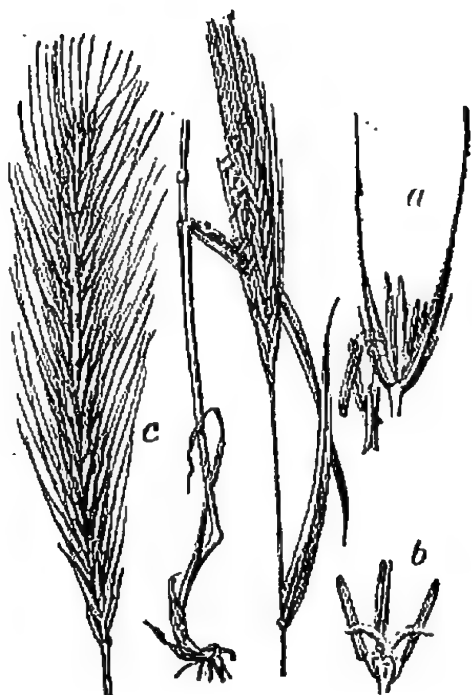

Fig. 334. — Seigle : a, épillet; b, fleur isolée; c, épi mûr.
**6. Seigle.** — Le seigle (*fig. 334*) pousse en épis comme le blé, mais son grain est *grisâtre*. Il se sème en septembre, de préférence dans les terres *légères*. Sa farine donne un pain grisâtre, moins